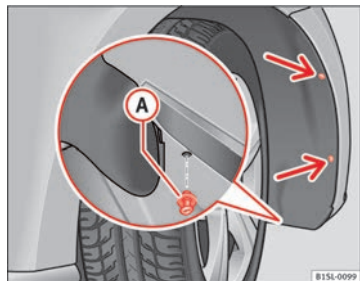

Fig. 153 No pára-choques dianteiro direito: Extraia os parafusos de fixação (setas) e retire o rebite expansivo (A).
2. Desapertar 2 parafusos de fixação do embelezador do revestimento da cava das rodas ⇒ Fig. 153 (setas) com a chave de fendas das ferramentas de bordo ⇒ Página 261.
9. Ligue o conector ① no porta-lâmpadas. O conector deve encaixar de forma audível.
11. Coloque o rebite expansivo no embelezador do revestimento da cavidade das rodas e pressione-o para dentro até ao final ⇒ Fig. 153 ①.
12. Aparafuse os 2 parafusos de fixação ⇒ Fig. 153 (setas) com uma chave de fendas.